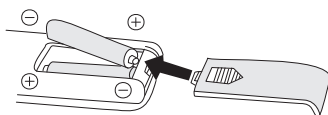

Fig 2
- 2 Inserte las baterías, y asegúrese de que estén colocadas como se muestra en la Fig 2.